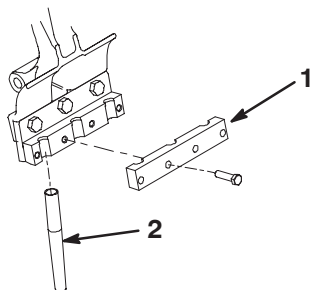

Bild 26
4. Befestigen Sie eine Stachelklemme mit vier 3/8 x 1-1/2 Zoll Kopfschrauben lose an jedem Stachelhalter. (Bild 26). Ziehen Sie die Kopfschraube nicht fest.